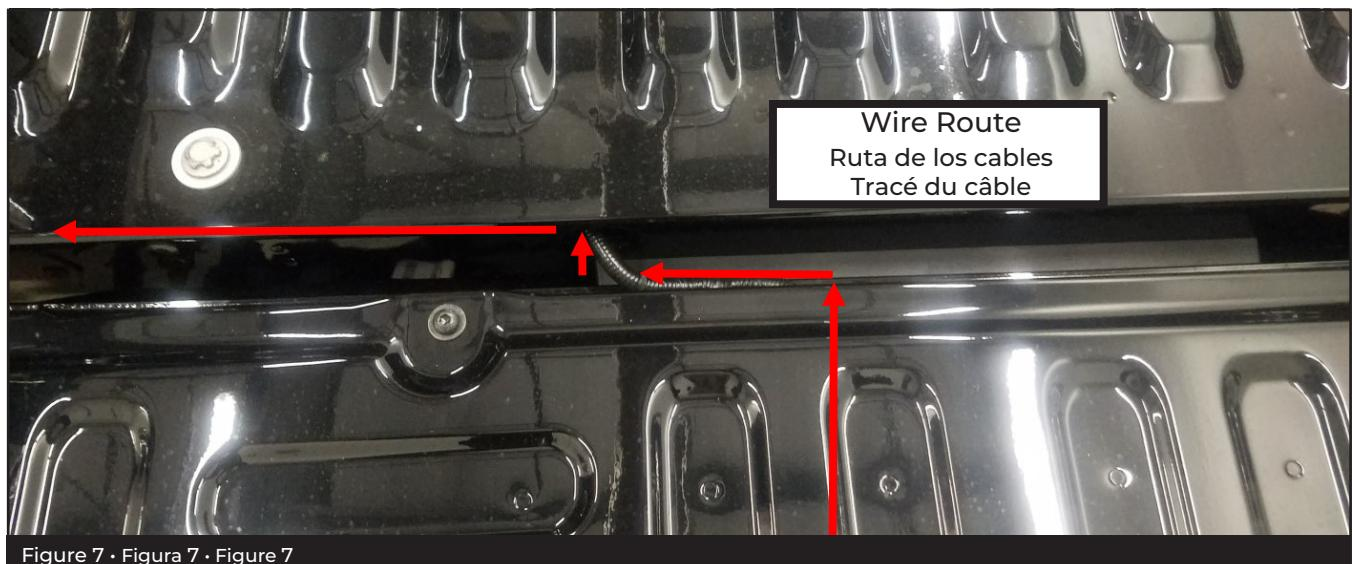

Figure 7 · Figura 7 · Figure 7
**7** Feed LED emblem wires to driver's tail lamp harness. Follow existing harness coming out of tailgate. Route the wire under the vehicle, behind the bumper, and up into the tail lamp cavity. Protect the wire with split loom or abrasion resistant sleeving. (Fig 7)
**Fr** Faites passer les fils de l'emblyème LED vers le harnais électrique du feu arrière côté conducteur. Suivez le harnais existant sortant du hayon. Acheminez le fil en dessous du véhicule, derrière le pare-choc, et vers le haut, en direction de la cavité du feu arrière. Protégez le fil avec un manchon résistant au déchirement et à l'abrasion. (Figure 7)